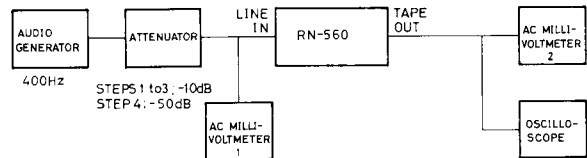

Fig. 7
1. Connect the measuring instruments as shown in Fig. 7. Setting of the switches is the same as in phase A.
- 1. Brancher les instruments de mesure comme illustré Fig. 7. Le réglage des commandes est le même qu'au point A.